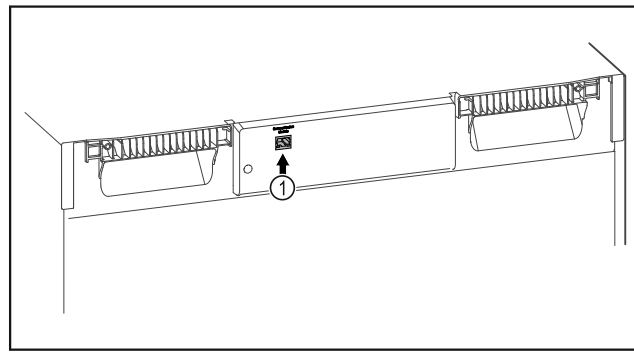

Fig. 89
- SmartModule Fig. 89 (1) är insatt.